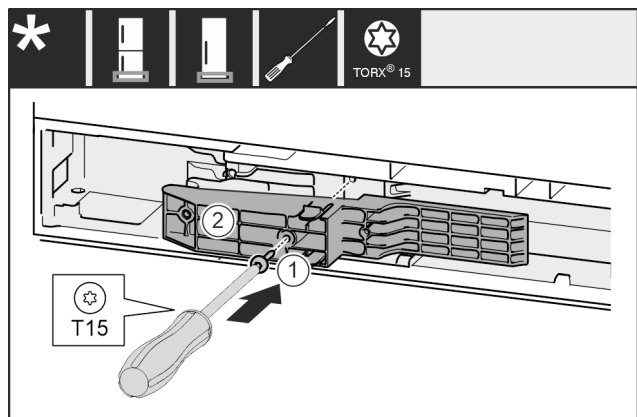

Fig. 61 *
- ▶ Adaptér Fig. 61 (1) na straně rukojeti vložte do výklenku.*
- ▶ Šroubovákem šroub Fig. 61 (2) pevně utáhněte.*